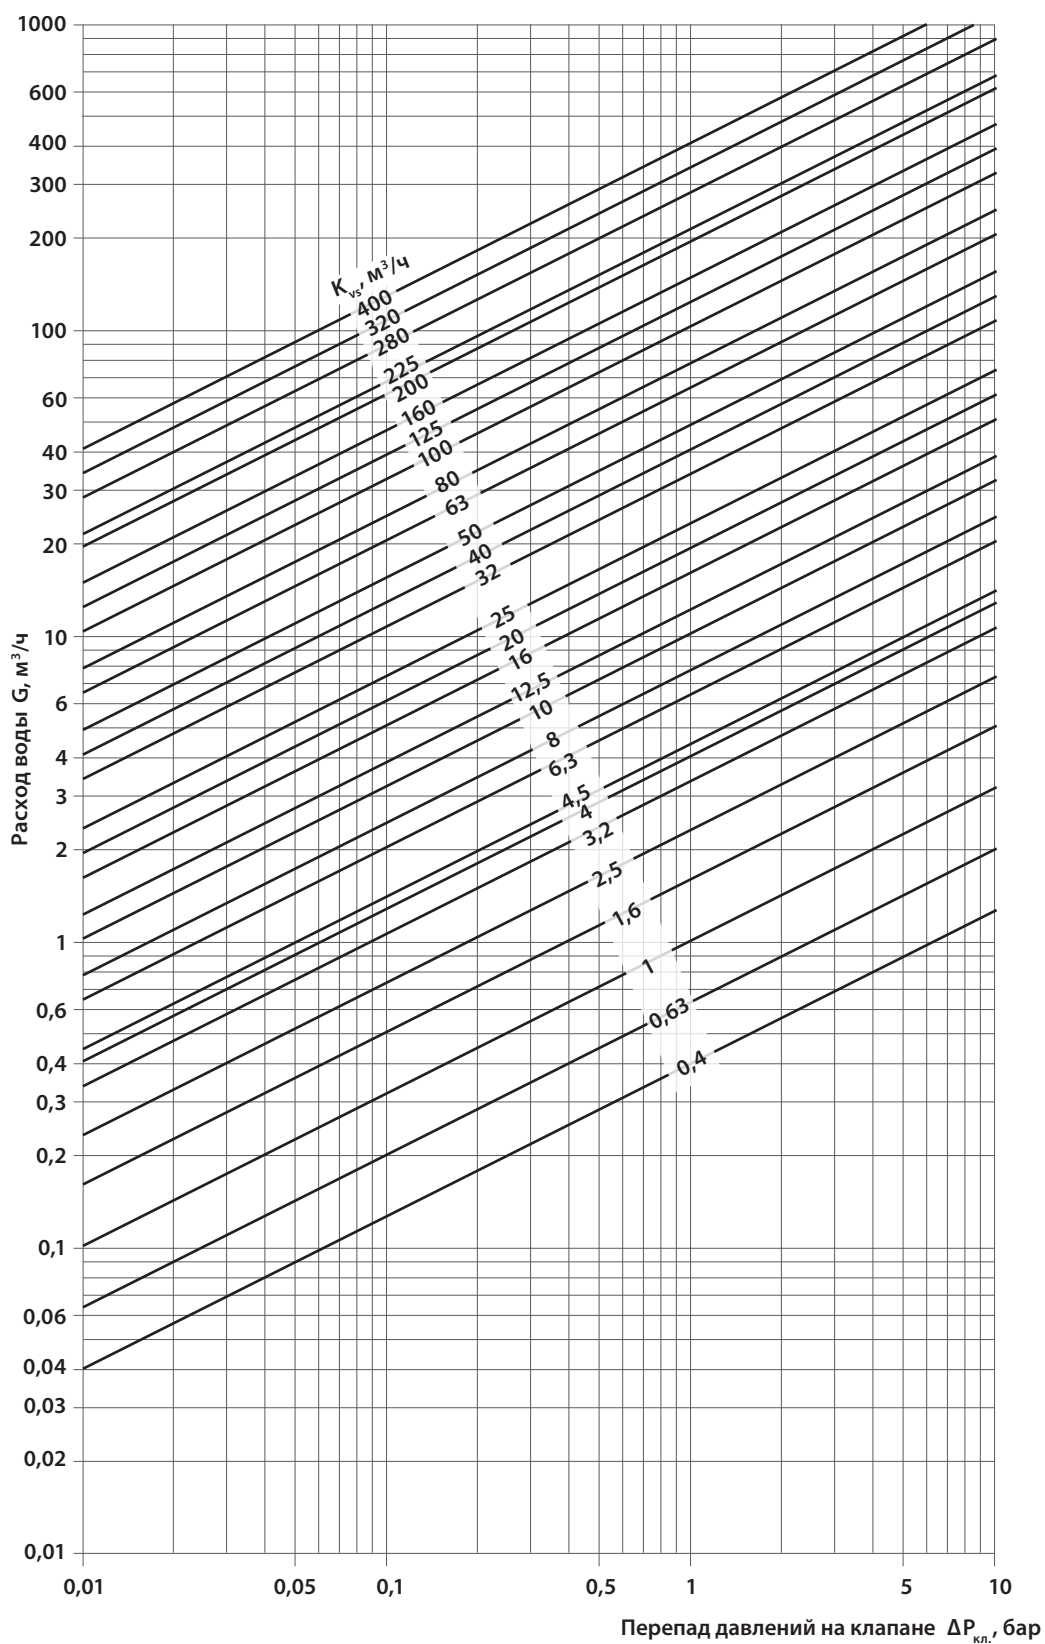

Рис. 1. Номограмма для выбора регулирующих клапанов при теплоносителе вода
- Выбор диаметра клапанов регуляторов температуры, давления и расхода производится по значению расчетной пропускной способности K_v , для определения которой в разделе настоящей каталога приведены вспомогательные номограммы (рис. 1, 2).